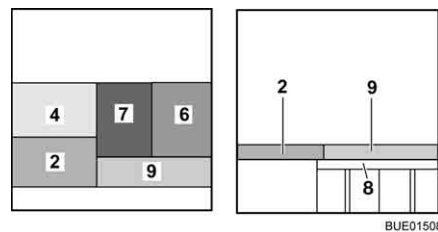

Fig. 146 Después de la transformación
- Colocar el cojín del asiento (Fig. 146,7) en el centro.
- Colocar el cojín del respaldo (Fig. 146,6) entre el cojín del asiento (Fig. 146,7) y la pared.
- Colocar el cojín adicional (Fig. 146,9) sobre el ensanchamiento de cama.
- Colocar el cojín del respaldo (Fig. 146,6) entre el cojín del asiento y la pared.